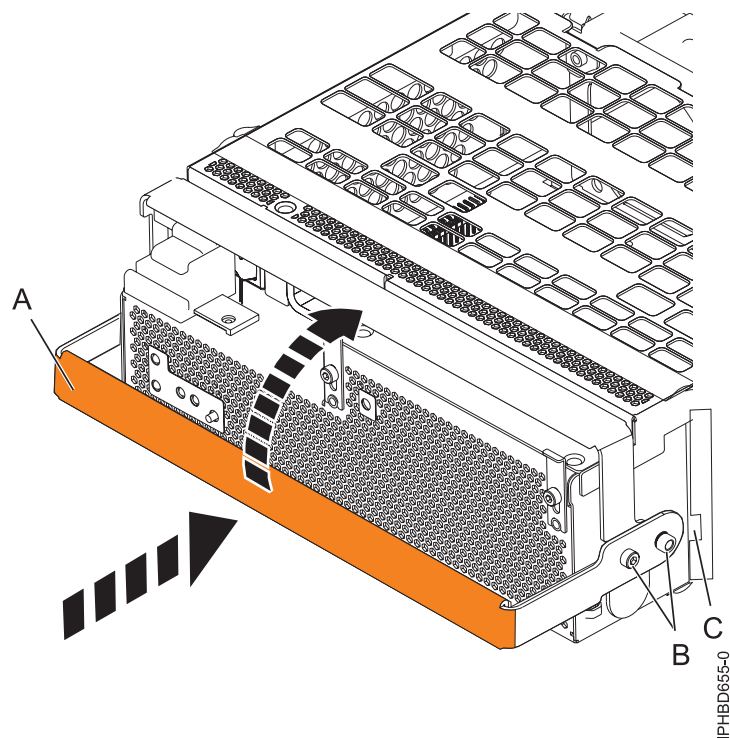

Figura 90. Substitució d'una font d'alimentació
11. Per substituir la font d'alimentació, amb la nansa de bloqueig (A) en posició oberta, empenyeu la font d'alimentació dins la unitat d'expansió com es mostra a la Figura 90 a la pàgina 125.
12. Tanqueu la nansa de bloqueig (A) fins que la font d'alimentació quedi fixada en la seva posició.